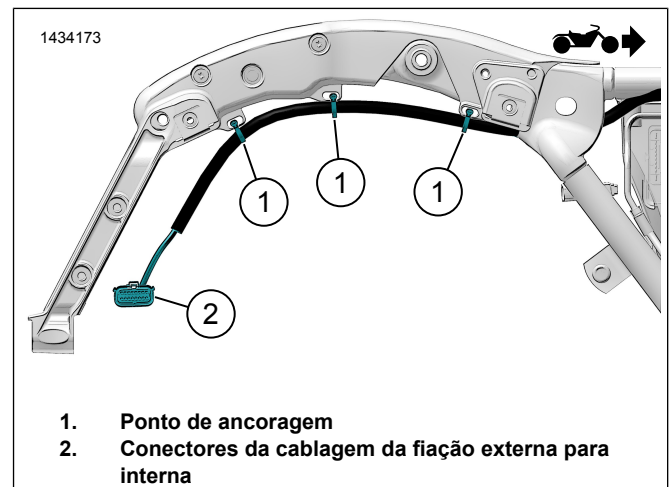
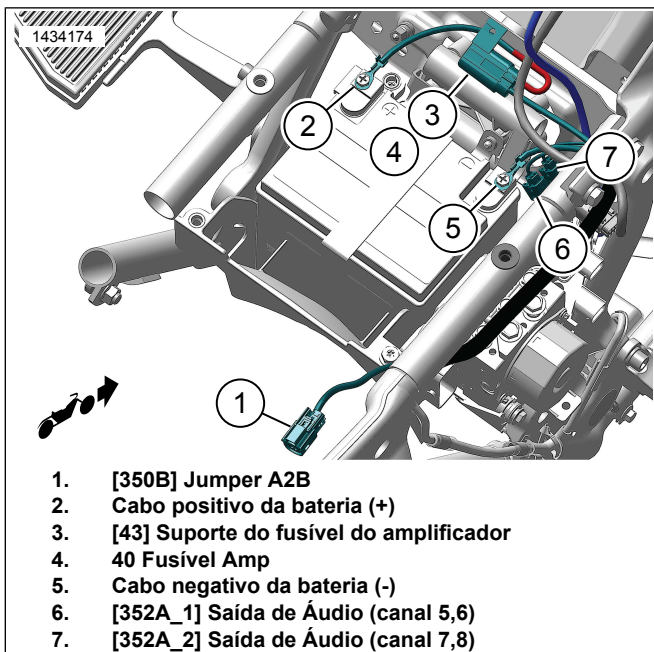

Figura 17. Orientação da cablagem do arnês externo do cabo (típico)
Figura 18. Orientação da cablagem do arnês externo do cabo (típico)
- a. Ver a Figura 17. Utilizando braçadeiras, instale o chicote de forma frouxa nos pontos de ancoragem (1). Não aperte as braçadeiras dos cabos.
- c. Ver a Figura 18. Encaminhe o chicote de fios restante para a área da caixa da bateria.
- d. Ligue o cabo negativo da bateria (2).
- e. Ligue o cabo positivo da bateria (4).
- f. Instale o fusível (4) no porta-fusíveis (3).
- g. Fixe o porta-fusíveis (3) com uma braçadeira.
- h. Encaminhe os conectores (1) em direção à área de cobertura lateral esquerda e os conectores (5, 6) em direção à cobertura lateral direita.
2. Ver a Figura 17. Ligue o chicote externo do alforge ao chicote interno (2) do alforge.
3. Ver a Figura 18. Ligue o [350B] (1) do chicote do amplificador secundário ao [350A] do chicote do amplificador primário.
- a. **FLTRKSE de 2022:** Ligue o [350B] (1) do chicote de fios do amplificador secundário ao conector de 2 vias.